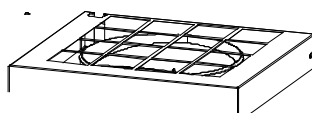

Abb. 2
5. Stecken Sie die Umlufthutze (Abb. 2) auf den Stutzen